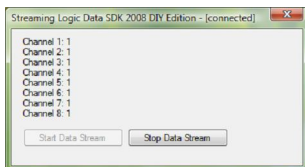

Рис.10. Пример приложения StreamingLogicData
- После загрузки Вам доступны изменение исходного кода, запуск и компиляция примера простого приложения (рис. 10).